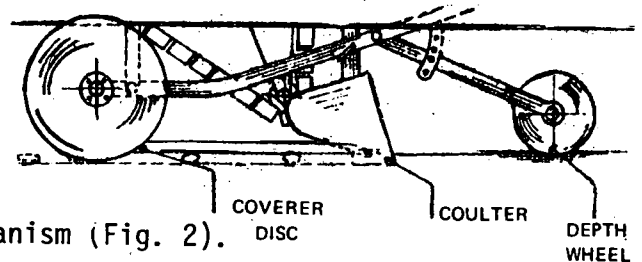

Fig. 2
(Fig. 2).
- e) Adjust the metering mechanism (Fig. 2).